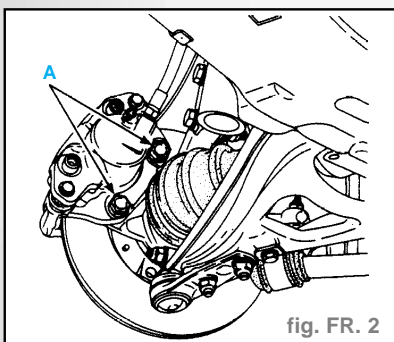

fig. FR. 2
- Déposer les deux vis (A) de fixation sur le porte-fusée (fig. FR. 2).
- Mettre en place le récepteur sur le porte-fusée et serrer les deux vis (A) au couple (fig. FR. 2).